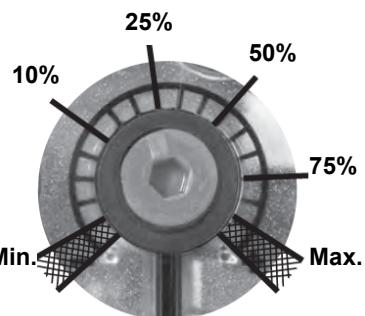
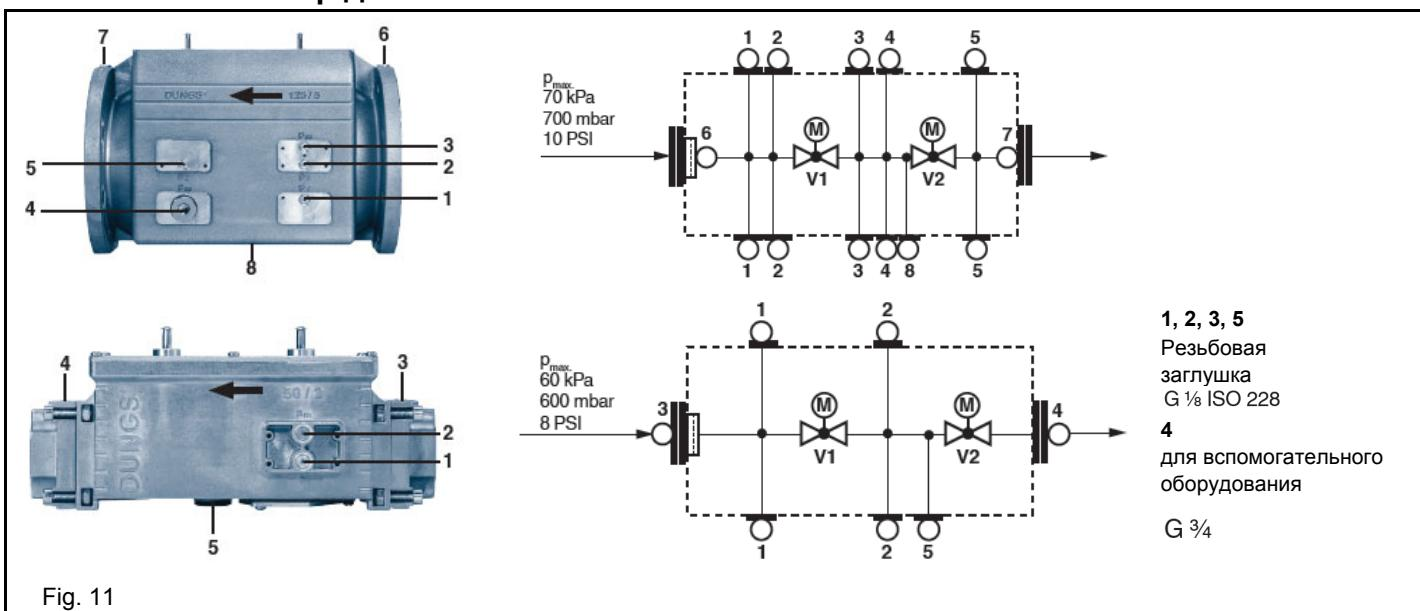

Fig. 10
Fig. 11
**ВНИМАНИЕ:** установка выходного давления регулятора VD-R осуществляется воздействием на регулировочную кольцевую гайку (рис. 10). Положение индикатора на циферблете показывает значение давления на выходе, рассчитанное в процентах от полной шкалы PS датчика (рис. 11).